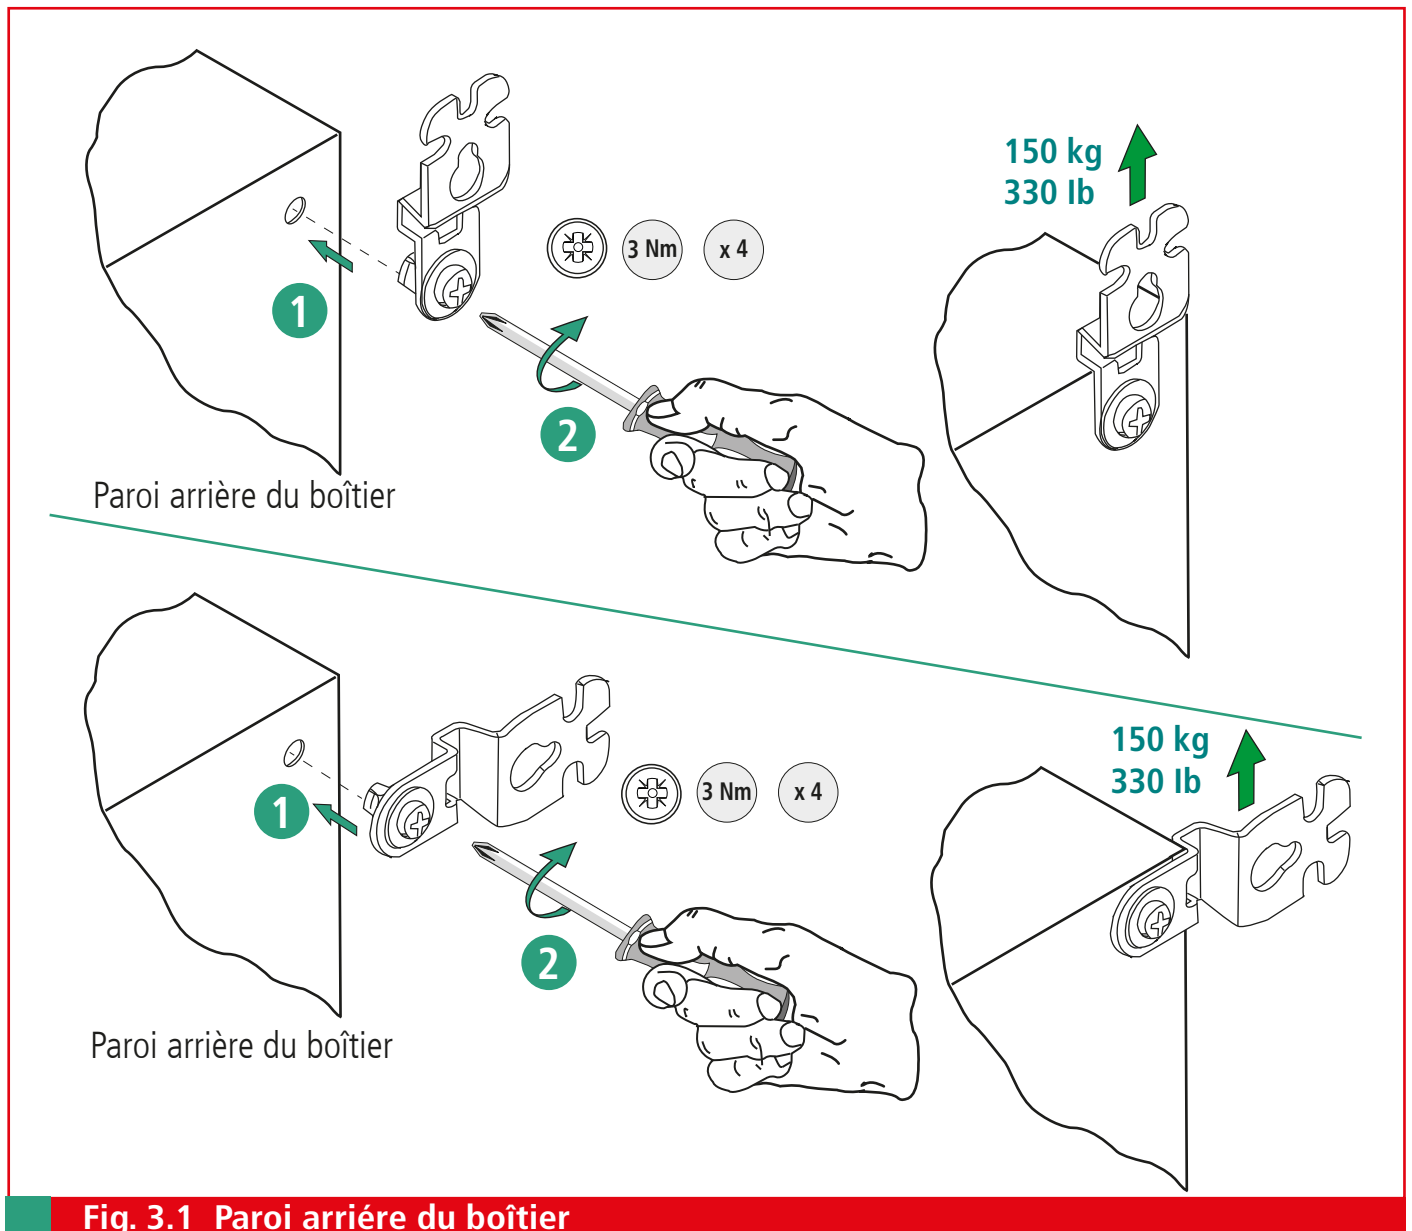

Fig. 3.1 Paroi arrière du boîtier
Il est possible de réaliser un montage mural avec les pattes de fixation murale faisant partie de la livraison (voir fig. 3.1).
- ➔ La patte de fixation correspondante doit ensuite être posée et vissée au niveau de l'orifice correspondant (prendre en considération la fig. 3.1).